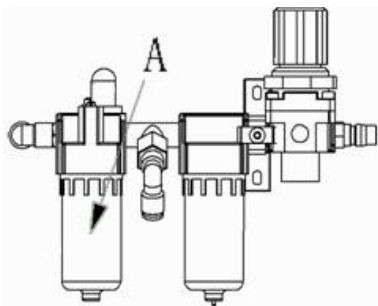

Рис. 8-1
- При необходимости добавляйте масло в резервуар (рис. 8-1). Используйте только масло, которое имеет вязкость ISO VG и класс ISONG для смазки линии подачи сжатого воздуха.
Проверьте, капает ли одна капля масла при нажатии на педаль 3-4 раза, если нет, используйте верхний винт для регулировки (рис. 8-1).